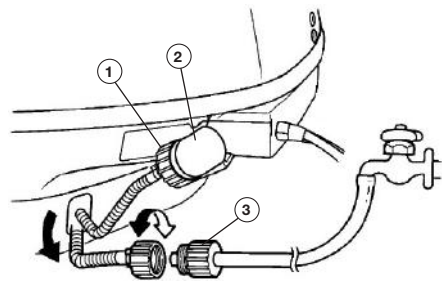

Рис. 47 Промывка системы охлаждения F9.9FWS и F20AFWS
2. Открутите коннектор 1 шланга для промывки от фитинга 2, находящегося на корпусе мотора (Рис. 47).
3. Соедините коннектор шланга для промывки и переходную муфту 3 шланга, подключенного к водопроводу (Рис. 47).